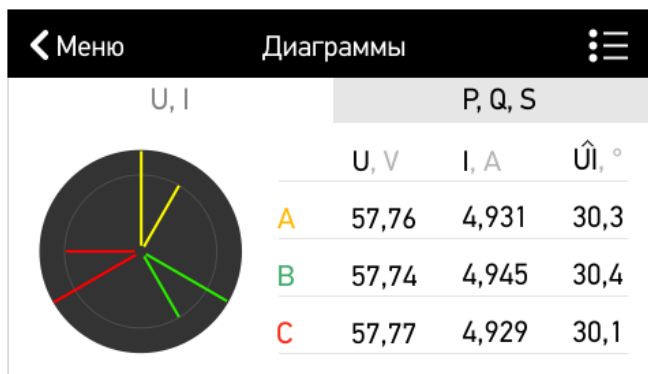

Рисунок 4.9. «Измерения» -&gt; «Векторная диаграмма» -&gt; «U, I».
**Векторная диаграмма**, на которой отображаются значения фазных токов, напряжений и углы между ними (рис. 4.9).